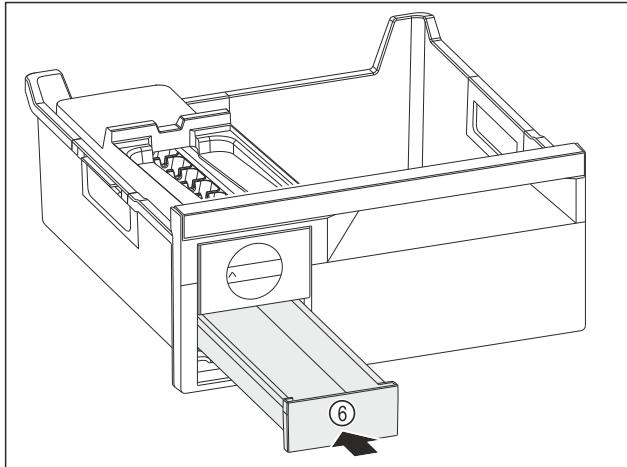

Fig. 81
- ▶ Встановіть форму для льоду Fig. 81 (6).